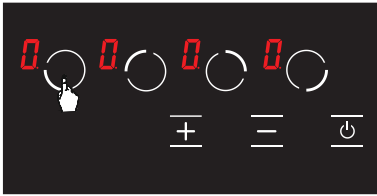

Abbildung 9
2. Die entsprechende Kochplatten-Auswahl-taste wird einmal berührt. Bei der ersten Berührung erscheint das **0** Symbol. (siehe Abb. 9)